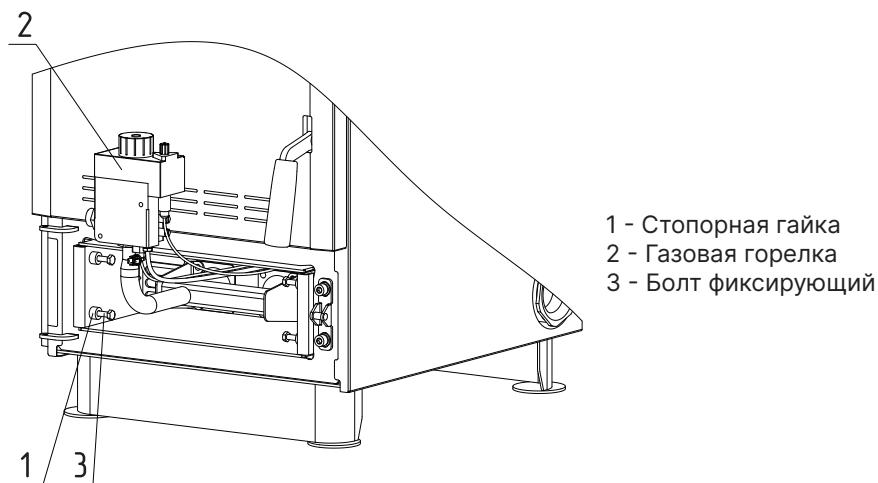

Рис.6 Установка газовой горелки в зольник
6. Извлеките зольный ящик и установите газовую горелку (**Рис.6, поз.2**);
7. Закрепите газовую горелку фиксирующими болтами (**Рис.6, поз.3**) и стопорными гайками (**Рис.6, поз.1**).